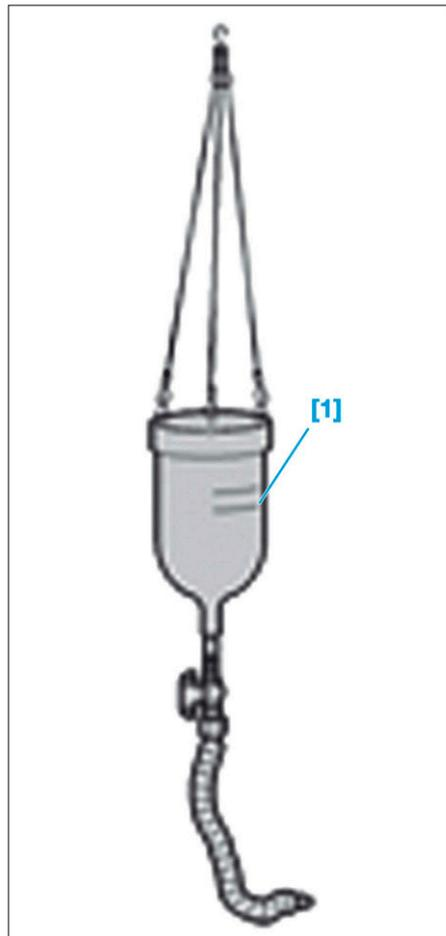

FIG. 1
- [1]. Cylindre de remplissage boîte de vitesses mécanique (réf. 0344) (Fig.1).